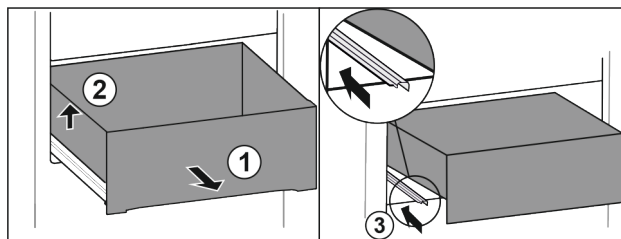

Fig. 14
- ▶ Wyciągnąć całkowicie szufladę Fig. 14 (1).
- ▶ Unieść szufladę po lewej Fig. 14 (2).
- ▶ Wsunąć lewą szynę Fig. 14 (3).